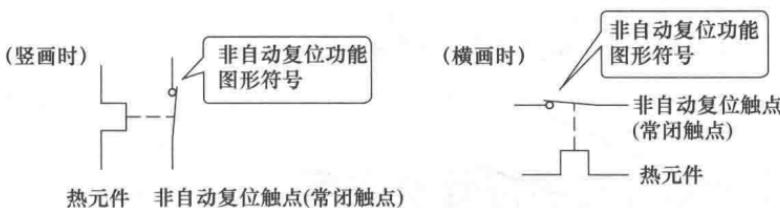

图 1-4 热敏继电器的图形符号
(1) 电气图形符号表示的状态
- ① 均是在电气设备或电气元件无电压、无外力作用时所处的状态。
- ② 事故、备用、报警等开关表示在设备正常使用时的位置。如在特定的位置时，应在图上有说明。
- ③ 机械操作开关或触点的工作状态与工作条件或工作位置有关，它们的对应关系应在图形符号附近加以说明。
(2) 电气图形符号的正确应用
- ① 有些器件的图形符号有几种形式，尽可能采用“优选形”。但在同一张电气图样中只能选择用一种图形形式。
- ② 图形符号的大小和图线的宽度并不影响符号的含义，因此可根据实际需要缩小和放大。
- ③ 图形符号的方位不是强制的。根据图面布置的需要，可将图形符号按 90° 或 45° 的角度逆时针旋转或镜像放置，但文字和指示方向不能倒置，如图 1-4 所示。